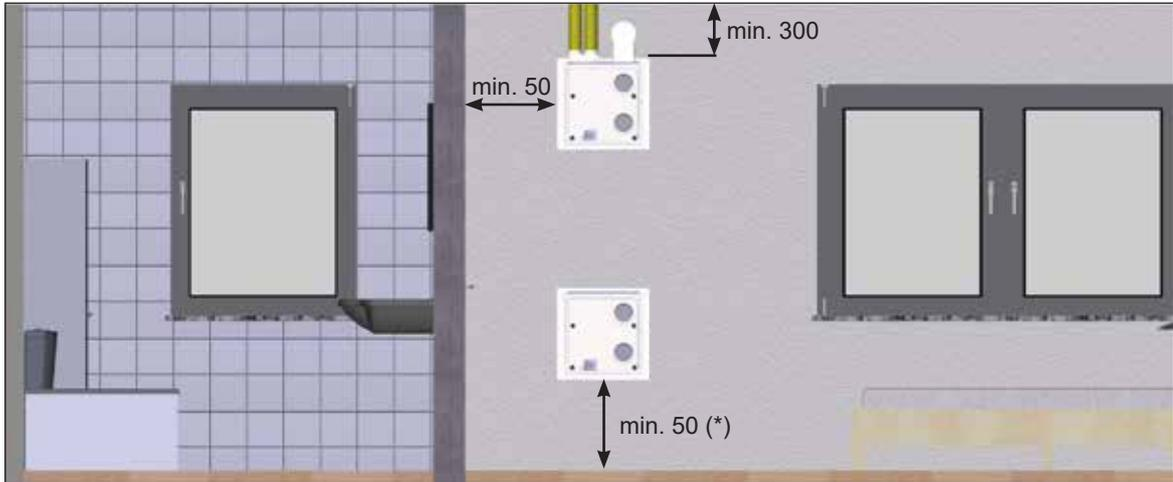
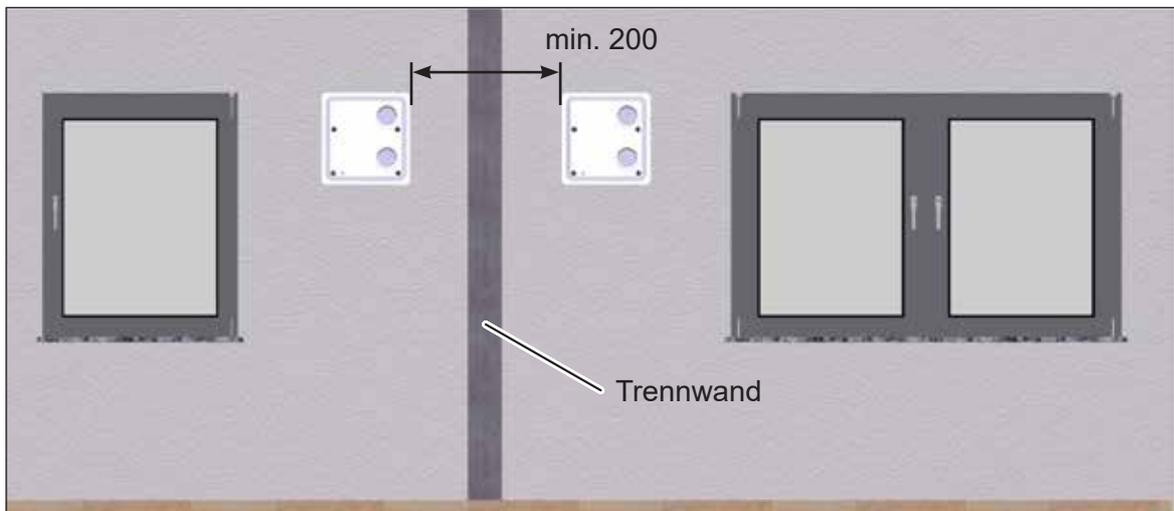

Abb. 4: Mindestabstände und Positioniermöglichkeiten des Montagesets M-WRG-M/MB-U², Maße in Millimeter
Abb. 5: Seitlicher Mindestabstand zwischen zwei Mauerkästen, Maße in Millimeter
- Das Montageset Unterputz (Mauerkasten) muss so installiert werden, dass die Öffnungen für Flexrohr- oder Flachkanalanschluss nach oben zeigen (siehe Abb. 4).
- ▶ Achten Sie auf folgende Mindestabstände (siehe Abb. 4 und Abb. 5):
- Der Abstand der seitlichen und unteren Mauerkastenkante zu angrenzenden Flächen sollte mindestens 50 mm (Ausnahme: bei Verwendung eines Kondensatanschlusses, siehe (*) in Abb. 4) betragen. Mit Einhaltung des Mindestabstands lässt sich das Lüftungsgerät leichter bedienen. Ebenso kann der Luftfilterwechsel ohne Beeinträchtigung durchgeführt werden.
- Der seitliche Mindestabstand zwischen zwei Mauerkästen muss 200 mm betragen, um einen Luftkurzschluss zwischen den Lüftungsgeräten zu vermeiden (siehe Abb. 5 auf Seite 12).